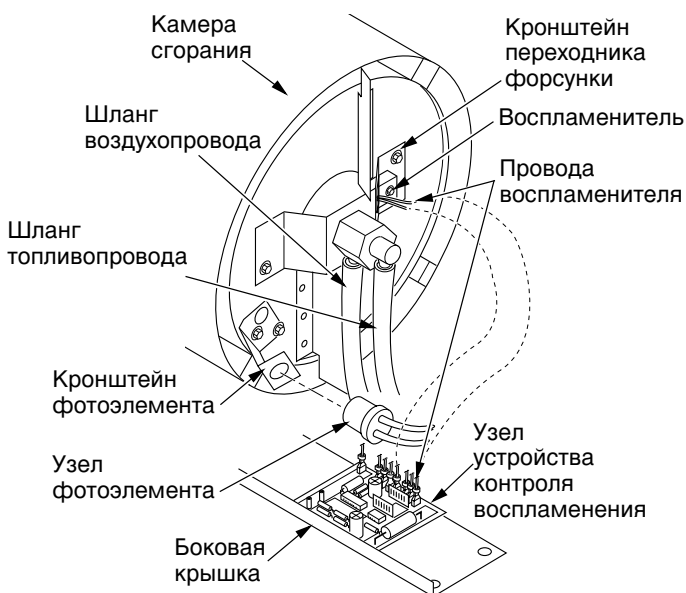

Рис. 11. Отсоединение проводов воспламенителя от узла устройства контроля воспламенения
4. Отсоедините провода воспламенителя (серого цвета) от устройства контроля воспламенения (см. Рис. 11). Протяните провода воспламенителя через отверстие в нижней части кожуха.
5. Отсоедините шланги топливопровода и воздухопровода. Снимите фотоэлемент с его кронштейна (см. Рис. 11).